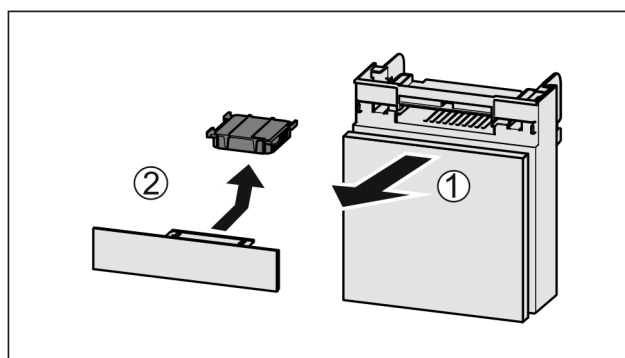

Fig. 181
- Extraire le compartiment par l'avant Fig. 181 (1).
- Sortir le filtre à charbon actif Fig. 181 (2).